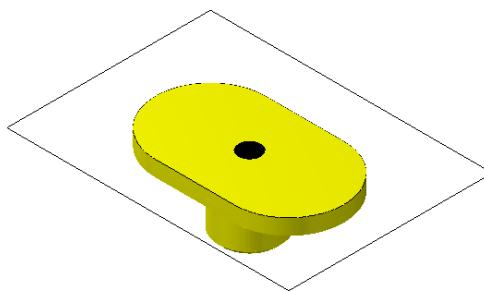

图 12-30 创建矩形
- 02 在“基本绘图”工具栏中单击“矩形”按钮 。在弹出的“矩形”工具栏中单击 按钮，在“自动抓点”工具栏中的“X、Y、Z”坐标输入框中输入矩形中心点坐标为(0, 0, 5)并按回车键，然后在宽度输入框 180.0 和高度输入框 130.0 中分别输入 180、130，再单击“确定”按钮 ，结束创建矩形的操作，如图 12-30 所示。